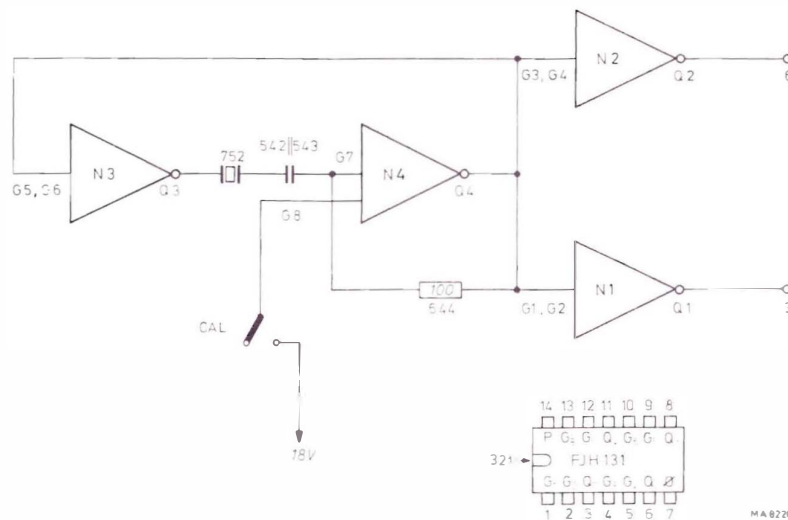

Fig. 27. Crystal oscillator
3.1.6.1.1. Crystal oscillator (Fig. 27)